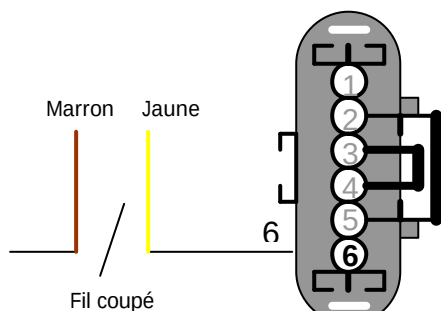

fig.2
- Coupez le fil de la position 2 du connecteur de la pédale. Soudez le fil jaune au fil en position 2 sur le côté du connecteur. Soudez le fil marron au fil en position 2 sur le côté du câblage principal (fig.2)
- Coupez le fil de la position 6 du connecteur de la pédale. Soudez le fil jaune au fil en position 6 sur le côté du connecteur. Soudez le fil marron en position 6 sur le côté du câblage principal (fig.2).